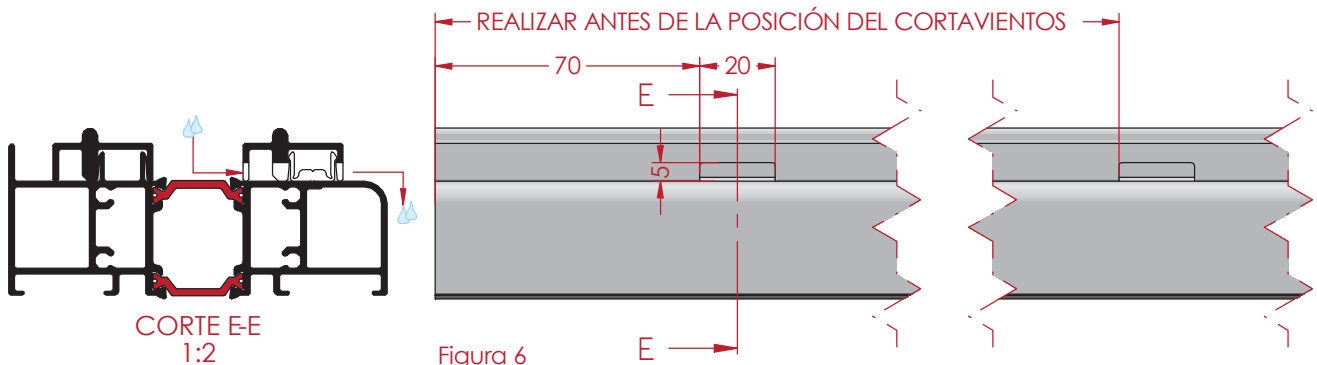

Figura 6
* Si por este carril pasa una hoja móvil se cortará al mismo tamaño que el cerco. Hay que eliminar una parte de la grapa y una parte del carril para poder desaguar. Ver figura 6, 7 y 8. Realizar el desagüe en el lado exterior (donde no hay hoja en posición cerrado).
- Figura 6: Si la hoja lleva uñero, realizar el mecanizado indicado.